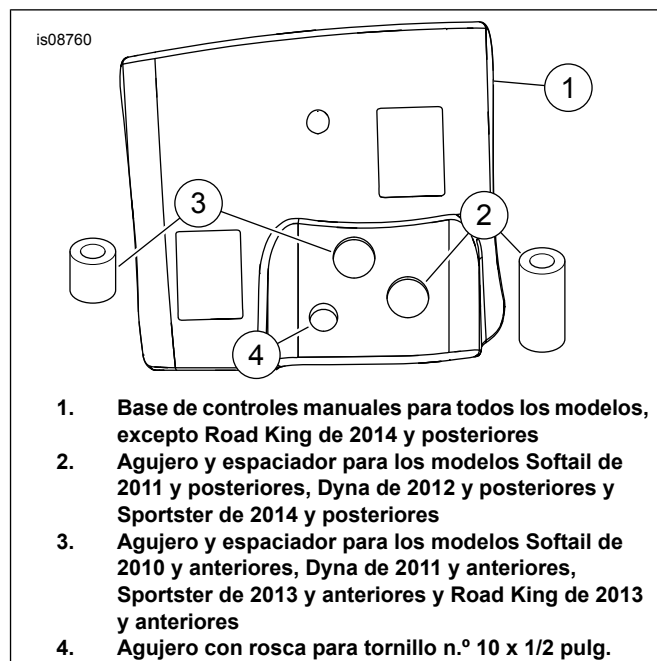

Figura 3. Base de controles manuales y espaciadores
4. Vea Figura 3. Alinee el espaciador que seleccionó anteriormente con el agujero correcto (2 o 3).